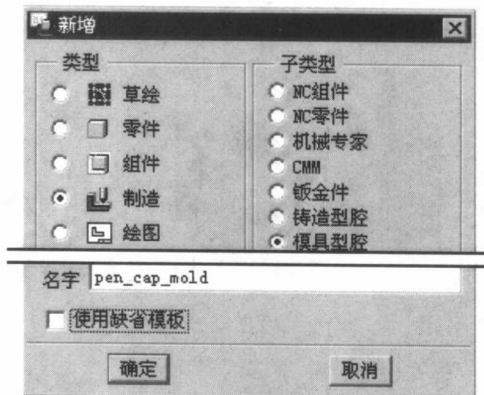

图 1.2 “新增”对话框
Step3. 在如图 1.2 所示的“新增”对话框中，选中 **类型** 选项组中的  **制造** 单选项，选中 **子类型** 选项组中的  **模具型腔** 单选项，在 **名字** 文本框中输入文件名 pen_cap_mold，取消 ☒ **使用缺省模板** 复选框中的“√”号，单击 **确定** 按钮。